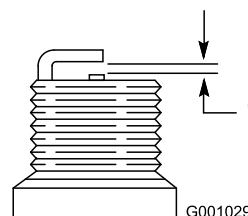

Figure 54
4. Réglez l'écartement des électrodes à 0,76 mm (0,030") (Figure 54).